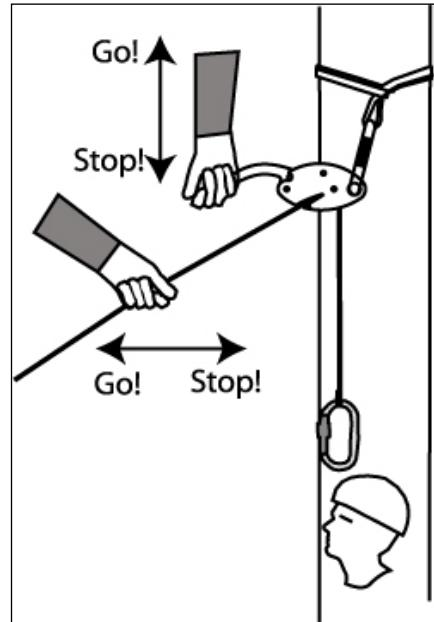

Ilustración 6 Manipulación del dispositivo de descenso de Smartline desde la parte superior cuando se evacua a otra persona.
- 8) La velocidad del descenso se regula con una mano en el tirador y la otra sujetando la línea por debajo del dispositivo. Coja la línea con un ángulo que quede fuera de la ranura. Con el dispositivo de descenso boca abajo, el descenso se inicia tirando del tirador hacia arriba (ilustración 6) y se detiene cuando mueve el tirador hacia abajo o lo suelta. Se proporciona fricción adicional moviendo la línea hacia la ranura. Es importante mantener siempre una mano en la línea por debajo del dispositivo para poder controlar el descenso.